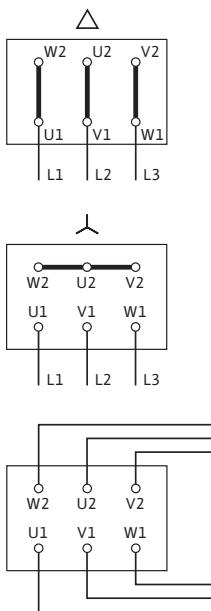

Fig. 11: Ligação de rede
- O esquema de ligações eléctricas encontra-se na tampa da caixa de bornes (ver também fig. 11).